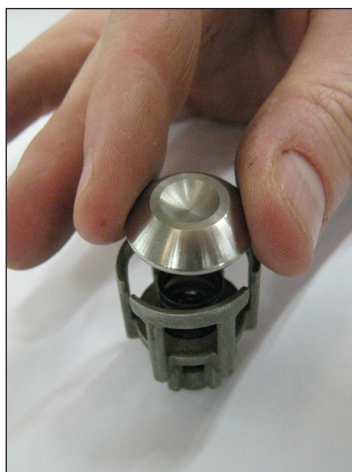
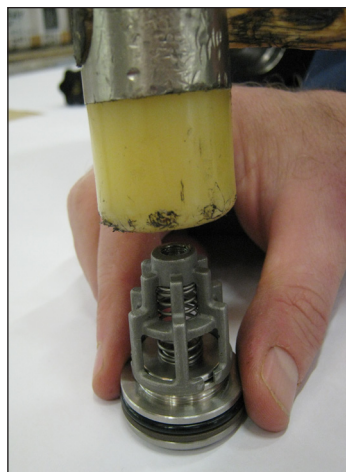

Fig. 24
Fig. 25
**1 Durante a montagem dos grupos da válvula de aspiração e de fluxo (Fig. 24, Fig. 25), não inverta as molas de aspiração com aquelas de fluxo anteriormente desmontadas:**